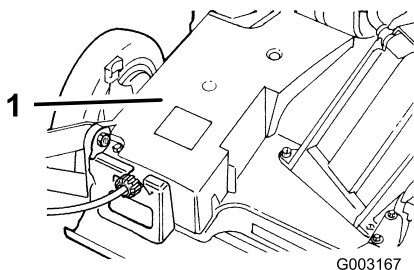

Figure 41
2. Enlevez les boulons qui fixent le carter de courroie (Figure 41) à la tondeuse.